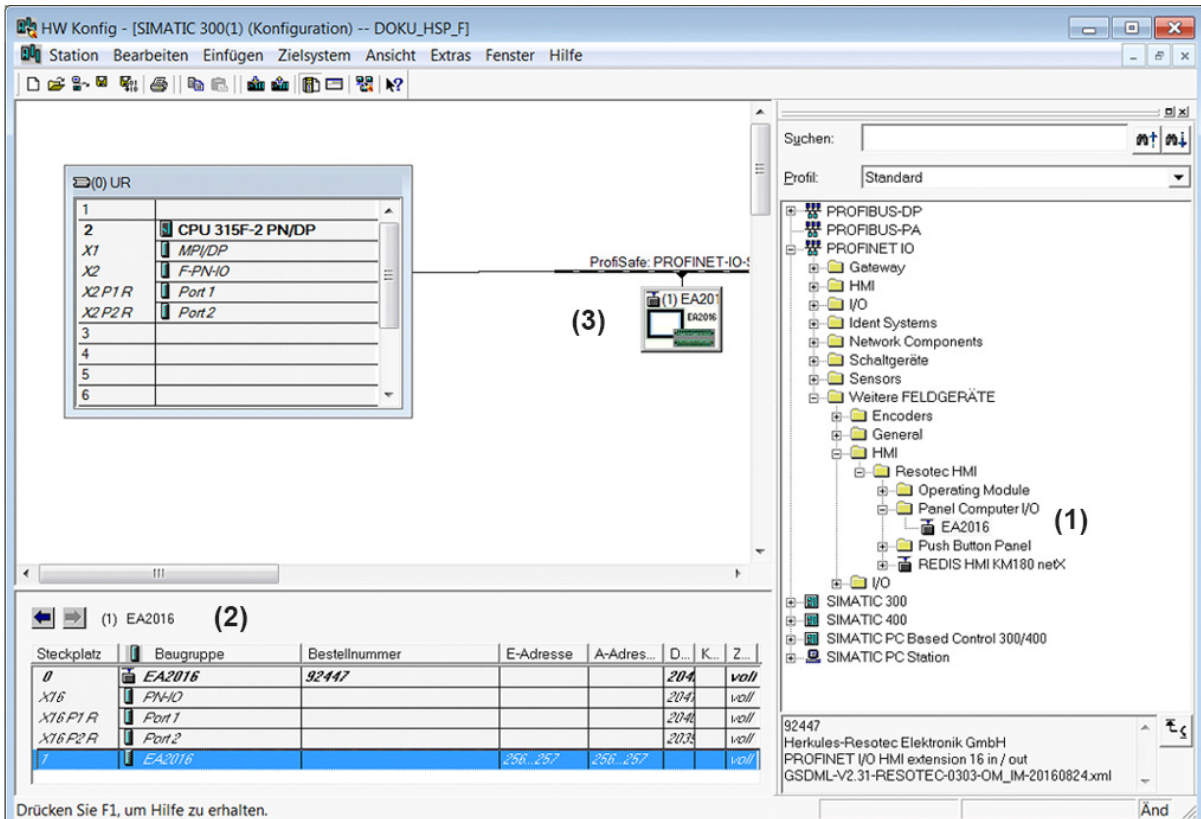

Abb. 5.3: HW Konfig mit EA2016 am Profinet-Strang
Die Parametrierung ist auf Steckplatz 1 (Abb. 5.3, (2)) sichtbar und einstellbar.
=> Klicken Sie in der Katalogstruktur (1) das EA2016 an und ziehen es mit gedrückter Maustaste an den Profinet I/O Strang (3). Das Symbol des EA2016 wird im Bereich (3), siehe Abb. 5.3, dargestellt und das dazugehörige Eigenschaftsfenster (2) erscheint.